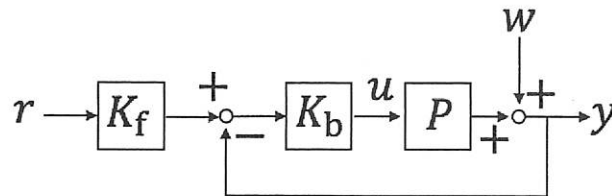

図2
- (b) 図2に示すように、コントローラ K_f をさらに用いる場合を考える。